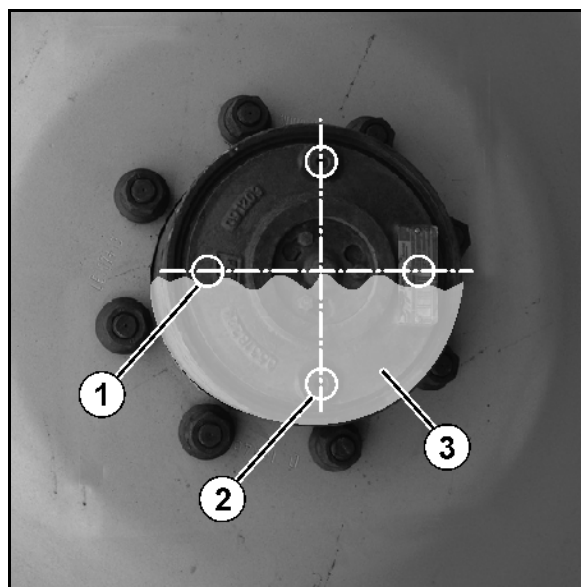

Bild 156
4. Fyll på olja till hålet (Bild 156/3) och skruva åter fast låset.